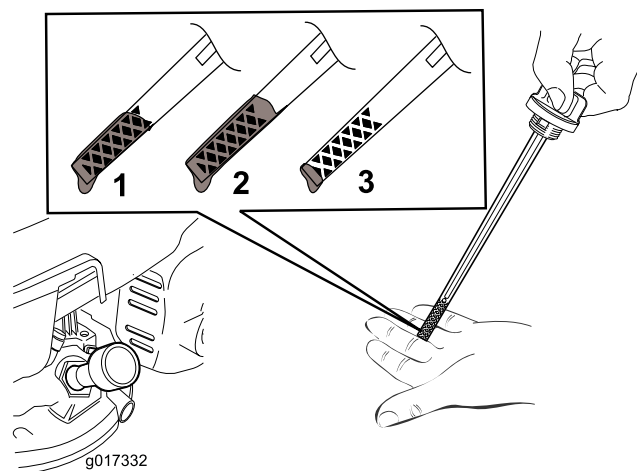

Figure 11
5. Pour déterminer le niveau d'huile correct indiqué par la jauge, voir Figure 11.
Remarque: Versez de l'huile dans le carter moteur jusqu'à ce que la jauge indique le niveau correct, comme montré à la Figure 11. Si vous remplissez excessivement le carter moteur, vidangez l'excédent d'huile comme expliqué à la section Vidange de l'huile moteur.